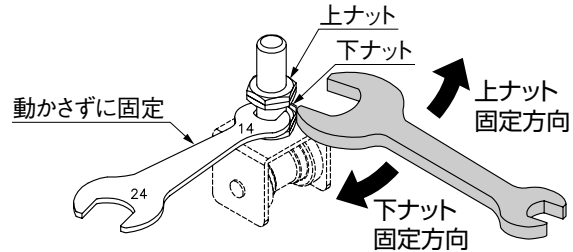

図6-4
- ④ 調整が終わったら、対辺14スパナを差込んだまま対辺24側で上ナット・下ナットを仮固定してください。(図6-4参照)